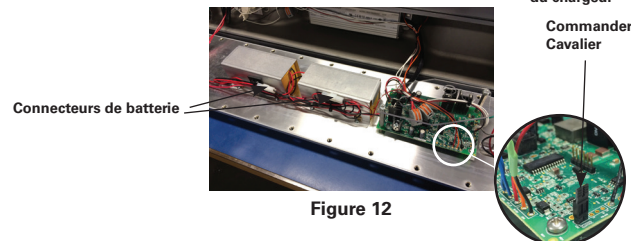

Figure 12
12. Débrancher des batteries 1 et 2, respectivement, les connecteurs de la carte du chargeur et du circuit de commande (voir la figure 12).
13. Couper les attaches sur chaque support des deux (2) colliers de fixation des batteries.
14. Retirer les quatre (4) vis de fixation des chacun des colliers de fixation des blocs-batteries et retirer les vieux blocs-batteries. Les remplacer par des blocs-batteries neufs fournis par la division Crouse-Hinds de Eaton.
15. Fixer chaque collier de fixation avec quatre (4) vis et serrer avec un couple de 0,6 N.m (5 lb-po).
17. Faire des torons soigneux avec les fils des batteries (voir la figure 12) et les fixer aux supports d'attaches au moyen des attaches fournies dans la trousse de batterie EM.
19. Reposer les vingt-quatre (24) vis de pression à six pans creux et rondelles de blocage du boîtier du circuit de commande à l'aide d'une clé hexagonale ou d'un embout de 5 mm.